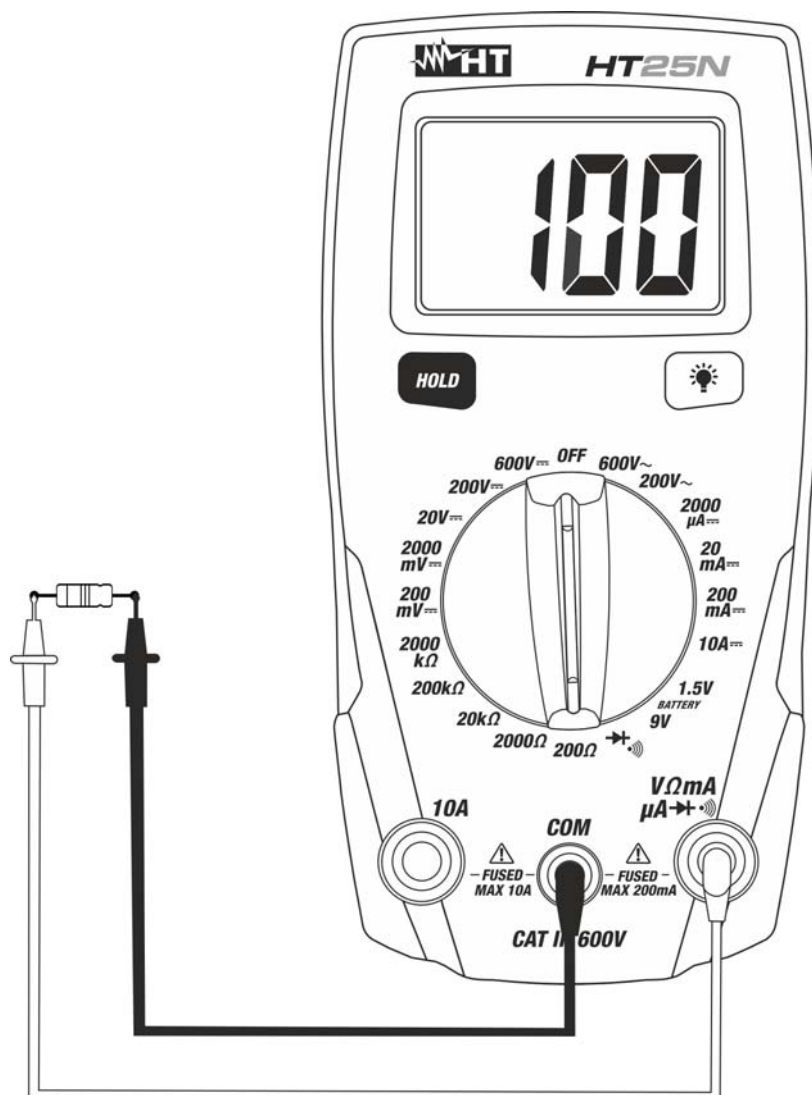

Fig. 5: Uso do instrumento para medir Resistências
3. Colocar as ponteiros nos pontos pretendidos do circuito em exame (ver Fig. 5). O valor da resistência é apresentado no display.